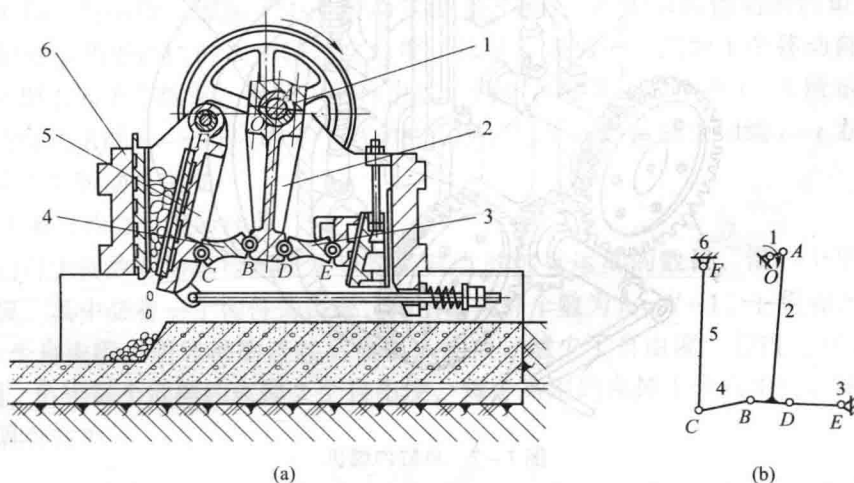

图1-6 颚式破碎机及机构运动简图
【例1-1】 绘出图1-6所示颚式破碎机的机构运动简图。
①分析机构的结构及动作原理，找出破碎机的原动件为曲轴1、工作部分为动颚板5。
②沿着运动传递路线分析可知，此颚式破碎机是由曲轴1、构件2、构件3、构件4、动颚板5和机架6这六个构件组成的。曲轴1和机架6在O点构成转动副，曲轴1和构件2在A点也构成转动副，构件2与构件3、构件4分别在D、B两点构成转动副，构件3与机架6在E点构成转动副，构件4与动颚板5在C点构成转动副，动颚板与机架6在F点构成转动副。
③测出运动副的相对位置尺寸。
④选择合适的视图平面（图示平面）。
⑤选择合适的比例尺绘制运动简图，如图1-6（b）所示。
【例 1-3】 计算任务 1.2 中图 1-6 (b) 所示颚式破碎机的机构自由度。